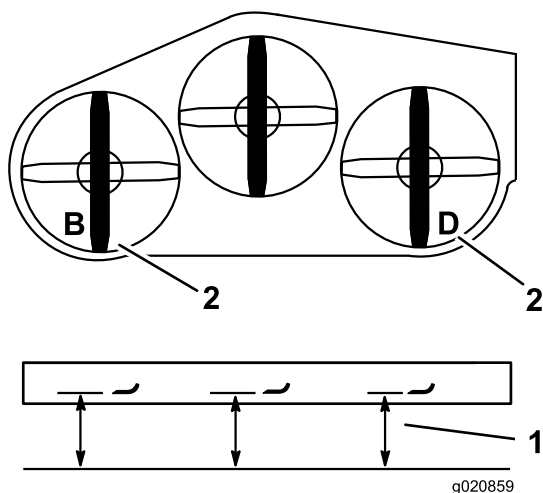

Figura 84
2. Mida la cuchilla izquierda en la posición **B** desde una superficie nivelada hasta el filo de corte de la punta de la cuchilla, y anote esta medida (Figura 84).
3. Mida la cuchilla derecha en la posición **D** desde una superficie nivelada hasta el filo de corte de la punta de la cuchilla, y anote esta medida (Figura 84).
Nota: La medida de la posición **B** no debe variar en más de 3 mm de la medida de la posición **D** (Figura 84). Si no es correcta la distancia, continúe con los pasos siguientes.